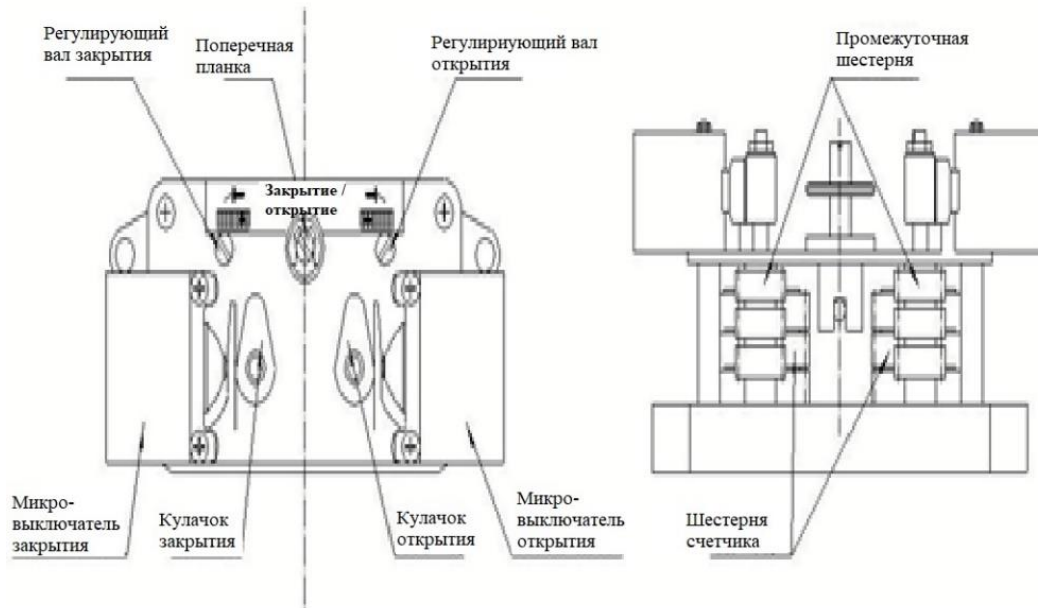

Рис. 3. Механизм управления ходом
8.2 Регулировка механизма управления ходом (см. Рис. 3).